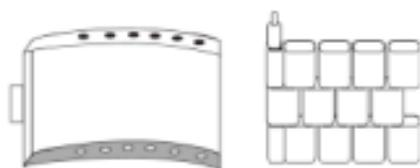

図2
2、図2の様になります。
3、バックルサイズ調整位置が図3のように右から5番目位置になされたいとします。図2のようにバンドの穴にバネ棒を入れ、バックルの下側の穴位置に入れ固定します。そしてバネ棒を少し押さえ込む様にし上側の穴位置に入れ込んでください。両側が完全に穴位置にはまってないと、バンドが外れ時計本体が落下し故障の原因になりますので、ご使用前は何回か揺さぶるようにし完全に固定されているかご確認ください。